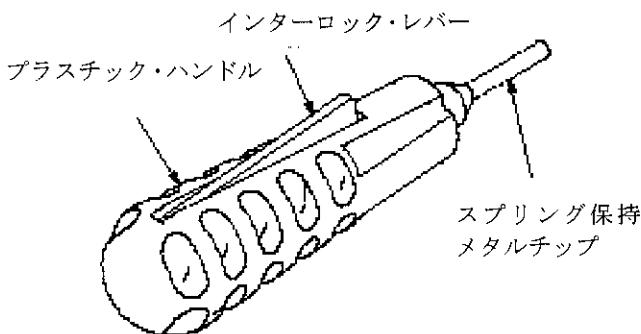

Fig.1
AMP*引抜工具 318845-1 (Fig.1) は、AMP メイテナントロック*コネクタから、Fig.2 にリストされる .140 コンタクトを引抜くためのものです。操作前に、この取扱説明書を良くお読みください。
2. 工具概説 (Fig.1)